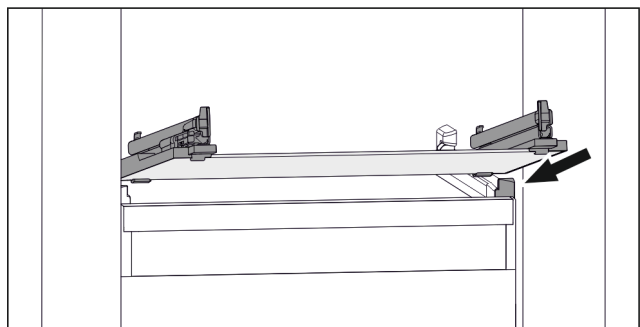

Fig. 156 Примерное отображение стеклнной пластины
- ▶ Наклоняя вниз, установите стеклнную пластину за стопоры. (см. Fig. 156)